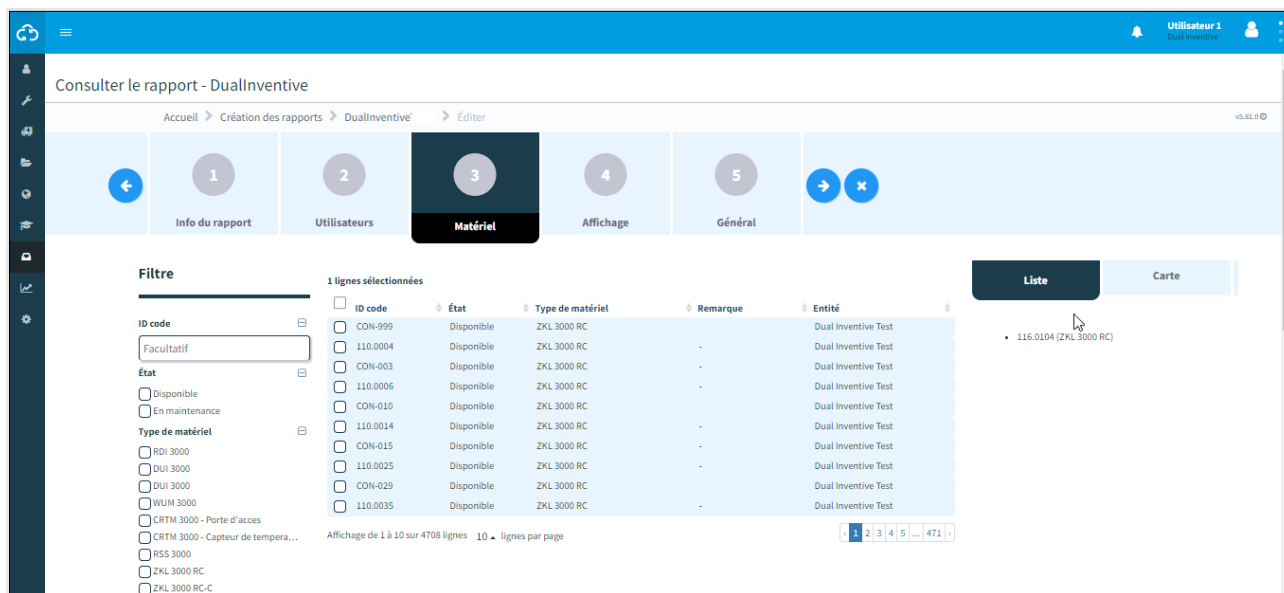

Figure 78 Consulter le rapport - matériels
- Étape 1 - matériels (Figure 78),